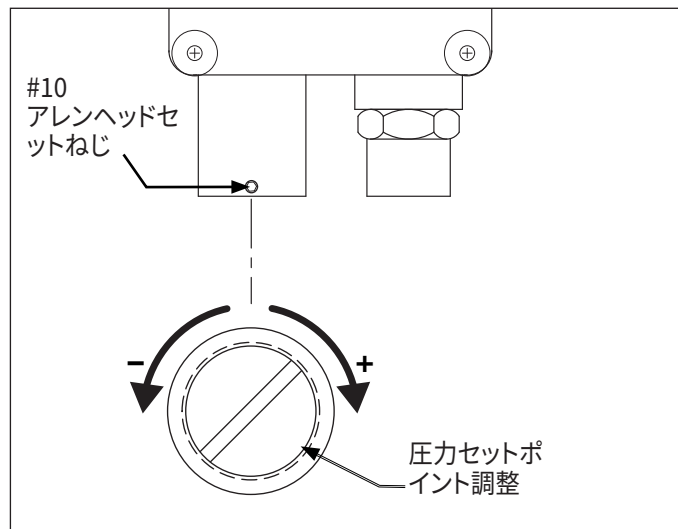

図12: 圧力スイッチ設定の調整
4. #10アレンレンチで圧力スイッチのセットスクリューを緩めます。図12を参照してください。
5. 制御バルブレバーを前進 (A) 位置にします。
7. マイナスドライバーを使用して、圧力スイッチ調節ねじを時計回りに回してスイッチ設定を上げるか、反時計回りに回して下げるかを行います。図12を参照してください。スイッチが開き、ポンプモーターが必要な圧力設定で停止することを確認します。